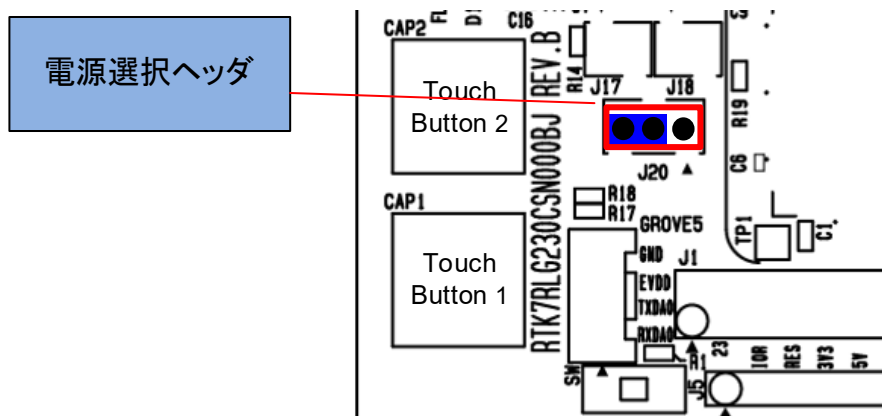

図 8-11: 3.3V 使用時のヘッダ設定(部品面)
- ・ J20 2-3 ショート：3.3V 電源を選択。(図 8-11)